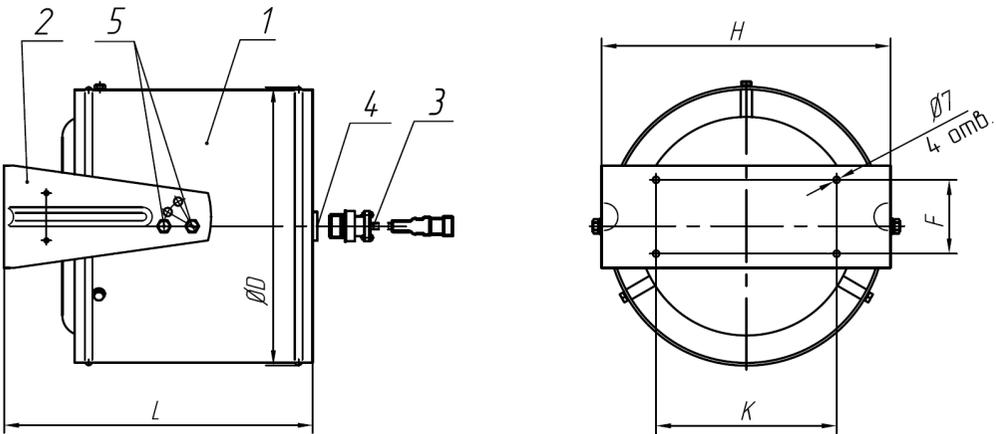
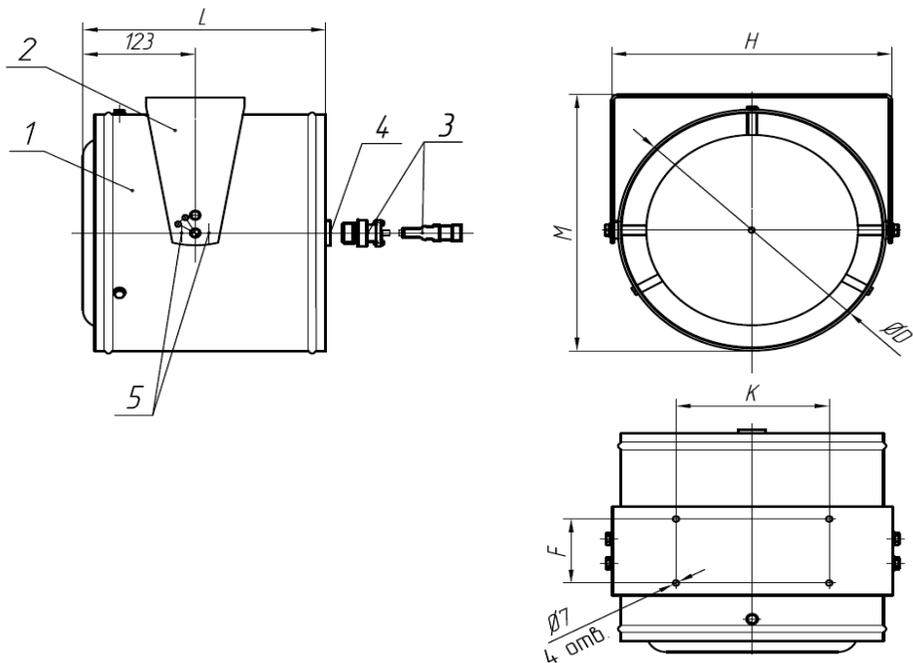

Рис.1 Генератор огнетушащего аэрозоля «ТОР 1500» (ЭПИН.501500.000)
Рис.2 Генератор огнетушащего аэрозоля «ТОР 3000» (ЭПИН.503000.000-05) с кронштейном без возможности поворота ГОА
3.1. В комплект поставки (рис.1, рис.2) входит:
4.2. Монтаж генератора производится с помощью кронштейна крепления поз.2 (рис. 1) на жесткой вертикальной либо горизонтальной части конструкции (стены, колонны, потолок и др.). При выборе расстояния между генератором и объектом тушения необходимо учитывать длины зон с повышенной температурой п. 10 раздела 2, но оно не должно превышать, по возможности, 3,0 м. Для монтажа сверлятся 4 отверстия диаметром 8 мм под пластмассовый дюбель 8 мм на глубину 48 мм в соответствии с размерами, указанными на рис. 1. Кронштейн крепления закрепляется шурупами диаметром 6 мм и длиной 35 мм. На металлических конструкциях кронштейн крепления закрепляется при помощи 4 винтов М6х30, 4 шайб пружинных 6 и 4 гаек М6 через 4 просверливаемых в месте крепления отверстия Ø7 мм (метизы в комплект не входят).
4.3. Учитывая, что генератор обеспечивает объемное тушение, максимально быстро создать концентрацию аэрозоля в зоне возможного возникновения пожара можно направлением оси генератора на неё с помощью 4 регулировочных винтов М8 поз. 5 (рис. 1).
5.1. Устройство генератора (рис.1).